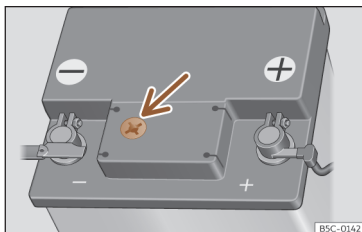

Fig. 232 Janela de inspeção na parte superior da bateria de 12 volts (representação esquemática).
- Verifique o indicador de cor na janela de inspeção, na parte superior da bateria >>> **Fig. 232**.